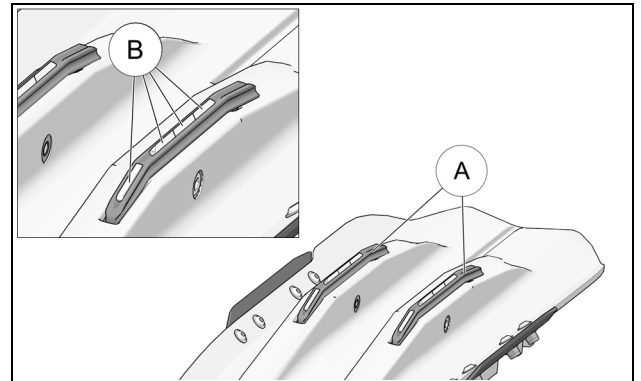

Figure 39
Si le ski manque de support en virage sur glace, vérifier l'état des lisses au carbure (A). Si les carbures (B) montrent de l'usure anormale, des fissures ou des fragments manquants, remplacer la pièce. Si les carbures montrent des plats d'usure de plus de 2 mm de largeur, les remplacer, ils n'offrent plus le support nécessaire. Voir la Figure 39.